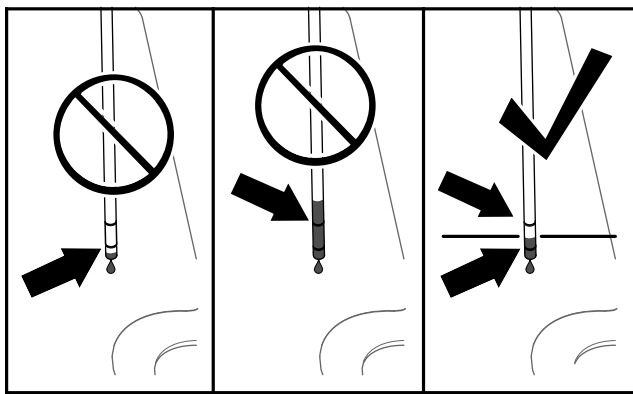

Bild 82
6. Nehmen Sie den Peilstab wieder heraus und prüfen Sie den Ölstand (Bild 82).
7. Wenn der Ölstand unter der unteren Markierung am Peilstab liegt, füllen Sie die angegebene Hydraulikölsorte in den Einfüllstutzen (Bild 82), bis der Ölstand zwischen den zwei Markierung am Peilstab liegt.
8. Füllen Sie die angegebene Hydraulikölsorte in den Einfüllstutzen, bis der Ölstand zwischen den zwei Markierung am Peilstab liegt (Bild 82).